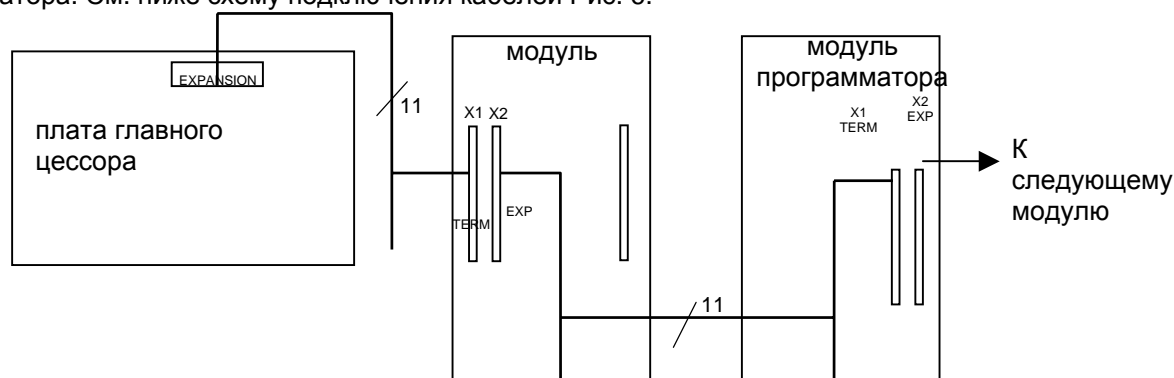

Рис. 6 Подключение кабеля к модулям и плате главного процессора
- вставьте кабельный контакт в его цоколь (обознач.Term) на модуле дисплея или программатора. См. ниже схему подключения кабелей Рис. 6.